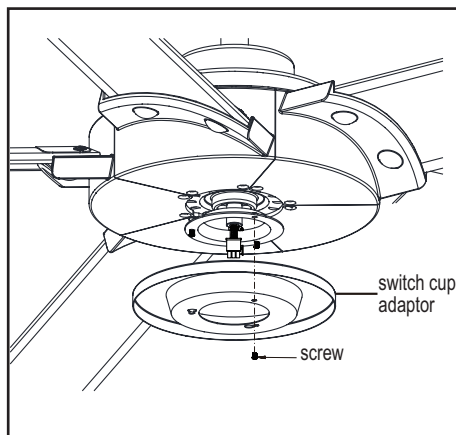

Figura 14
1. Quita un tornillo del soporte negro debajo del conjunto motor-ventilador. Afloja los otros dos tornillos, sin quitarlos. Alinea los orificios de las ranuras en el adaptador de la caja del interruptor con los dos tornillos en el soporte negro. (Figura 14)
2. Gira el adaptador de la caja del interruptor hacia la derecha hasta que los dos tornillos queden colocados en el lado angosto de los orificios. Reinstala el tornillo retirado en el paso 1. Aprieta firmemente los tres tornillos. (Figura 14)